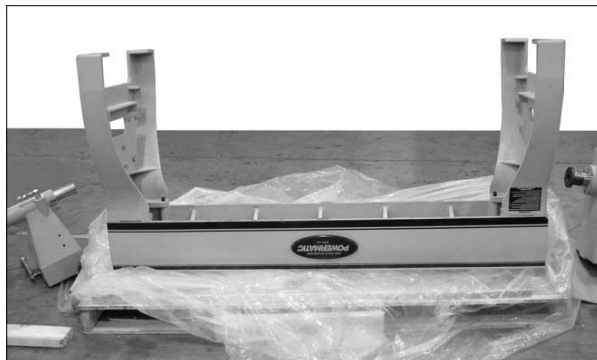

Рис. 5
5. Установите опоры (рисунок 5), используя восемь винтов, стопорные шайбы и плоские шайбы (НР-2/3/4). Предупредительная табличка должна быть размещена по направлению к передней части станины.